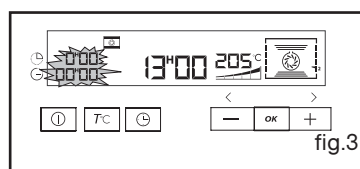

fig.3
- de indicator van de bakduur en 0:00 knipperen (fig.3),